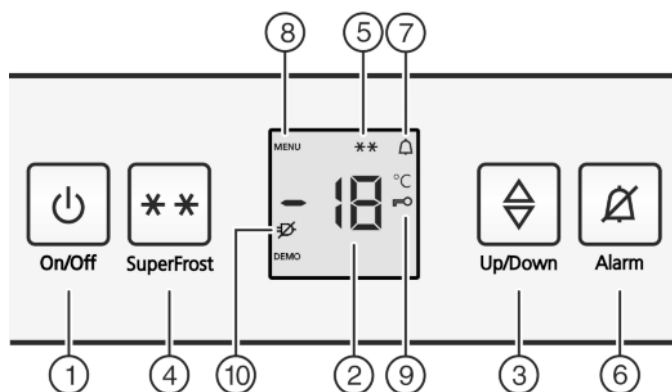

Fig. 2
- ▶ Stiskněte tlačítko On/Off *Fig. 2 (1)*.
- ▶ Zapnutí seřizovacího režimu: Stiskněte tlačítko SuperFrost *Fig. 2 (4)* asi na 5 sekund.
- ▷ Na displeji se zobrazí Symbol menu *Fig. 2 (8)*.
- ▶ Potvrďte krátce tlačítkem SuperFrost *Fig. 2 (4)*.
- ▷ Na displeji svítí Symbol dětské pojistky *Fig. 2 (9)*.
- ▶ Stiskněte krátce tlačítko On/Off *Fig. 2 (1)*.
- ▷ Symbol dětské pojistky *Fig. 2 (9)* zhasne.
- ▶ Stiskněte tlačítko Alarm *Fig. 2 (6)*.
Současně bliká ukazatel teploty a symbol Alarm *Fig. 2 (7)*.
Výstražný bzučák se vypne automaticky, symbol Alarm *Fig. 2 (7)* se vypne a ukazatel teploty přestane blikat, když je teplota zase dostatečně nízká.